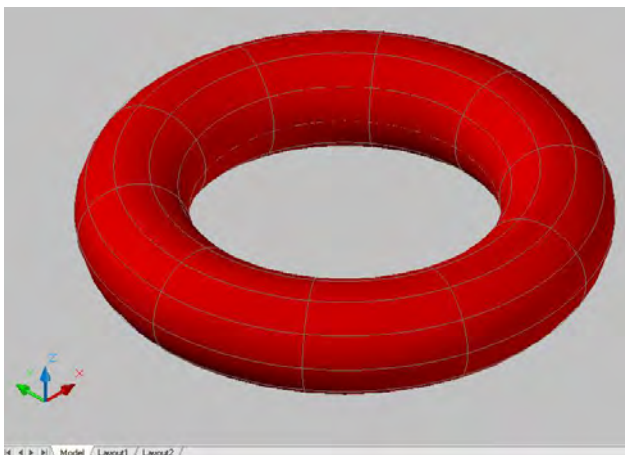

Рис. 2.10. Формирование тора
**ТОР.** Команда TORUS формирует твердотельный *тор*, по форме напоминающий бублик. При этом необходимо ввести значения радиуса образующей окружности трубы и радиуса, определяющего расстояние от центра тора до центра трубы. Тор строится параллельно плоскости *XY* текущей системы координат (рис. 2.10).